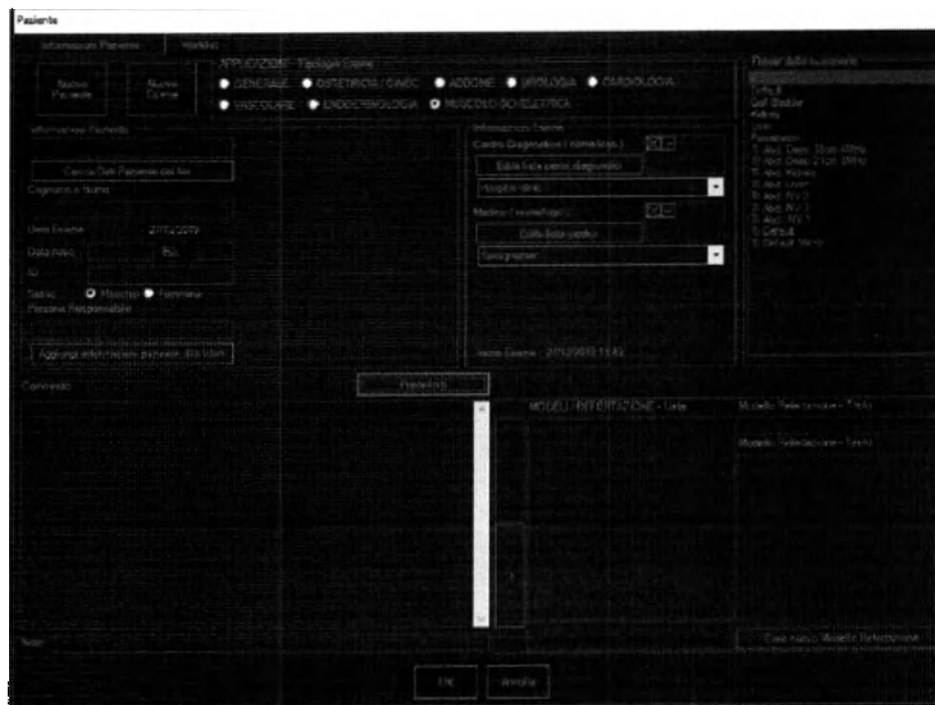

Рисунок 48. Окно информации о пациенте.
2. В открывшемся окне информации о пациенте (Рис. 48) нажать кнопку «Новый пациент» ("New Patient").